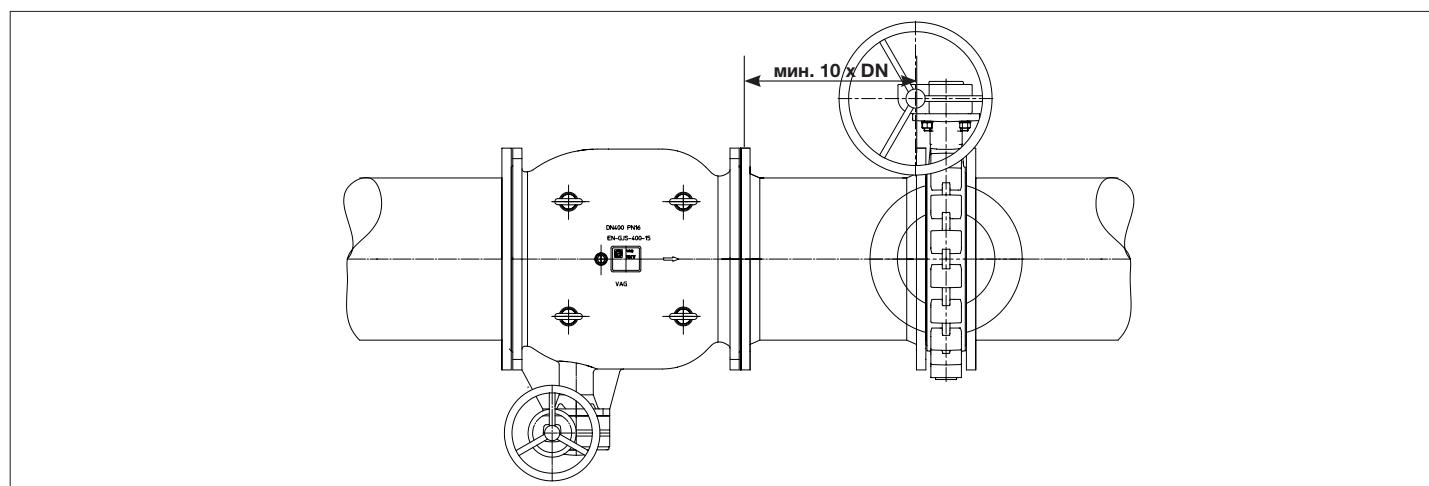

Рис. 8: Установка затвора VAG CEREX® 300 после регулирующей арматуры
- При установке поворотного затвора после регулирующего или плунжерного клапана расстояние должно быть не менее $DN \times 10$ (см. Рис.8).